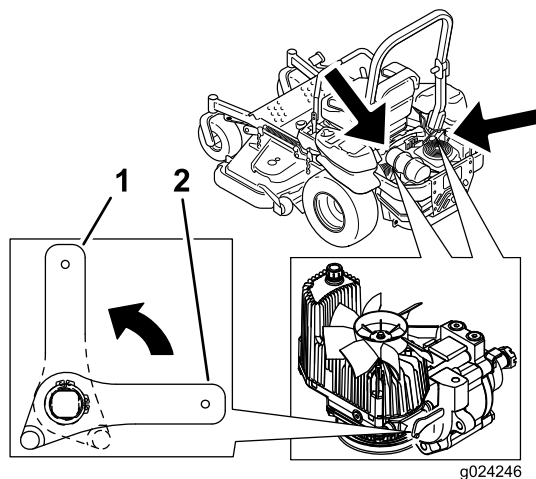

Figura 32
2. Ruotate verticalmente le leve delle valvole di rilascio per spingere la macchina (Figura 32).
4. Ruotate orizzontalmente le leve delle valvole di rilascio per guidare le macchine (Figura 32).